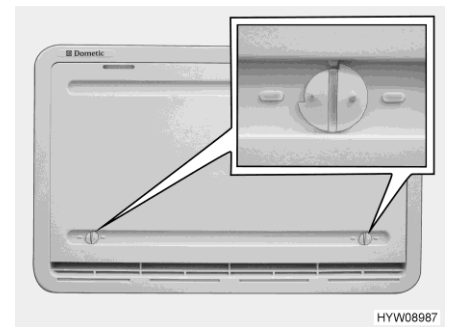

Bild 120 Winterabdeckung (Kühlschrank-Lüftungsgitter)
Die Winterabdeckungen (Bild 120) schützen das Kühlaggregat vor kalter Luft. Winterabdeckungen vor beide Kühlschrank-Lüftungsgitter setzen, wenn die Außentemperatur unter +10 °C sinkt (sowohl bei Gas- als auch bei Elektrobetrieb).
- Beide Verriegelungen (Bild 120) öffnen (Nut steht waagrecht).